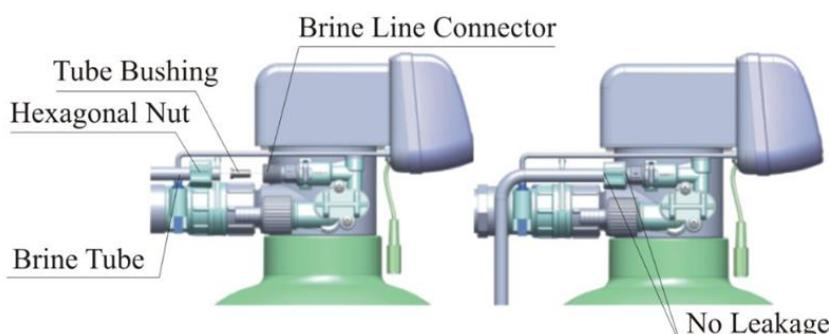

**Рисунок 1-4**
**5. Монтаж дренажной линии (см. рисунок 1-4).**
- убедитесь в том, что сливной шланг не присоединен к канализационному коллектору и оставьте некоторое пространство между ними для избегания попадания сточных вод в фильтр обратным ходом (см. рисунок 1-4)